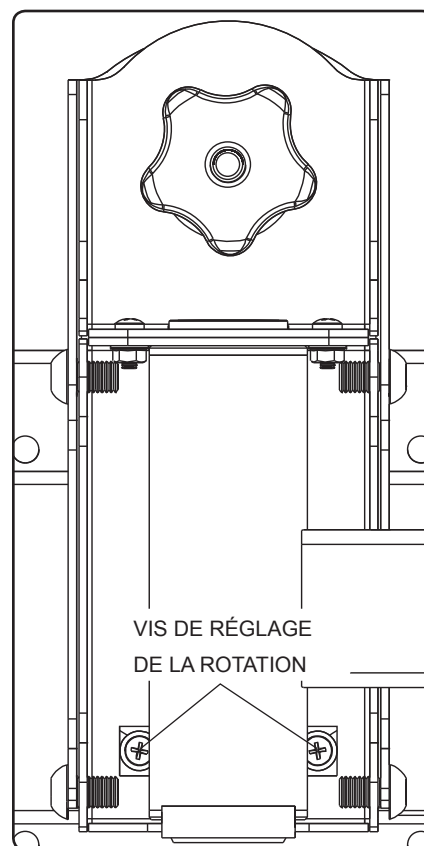

fig. 9.1
- 9** Selon les dimensions et le poids de l'écran plasma, le support mural articulé peut s'incliner dans différents angles, ce qui peut donner l'impression qu'il penche de côté dans certaines positions. Le support inclinable et rotatif (B) permet de régler manuellement l'écran plasma afin qu'il soit à l'horizontale dans toutes les positions. Réglez l'écran plasma en le faisant doucement pivoter manuellement dans la position souhaitée.
- 9-1** S'il est trop difficile de régler la rotation de l'écran, desserrez les vis comme illustré à la figure 9.1 à l'aide d'un tournevis Phillips.